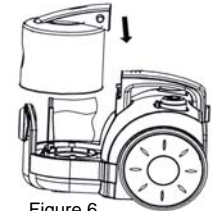

Figure 6
4. Remplacez le couvercle du sac. (Fig. 6)